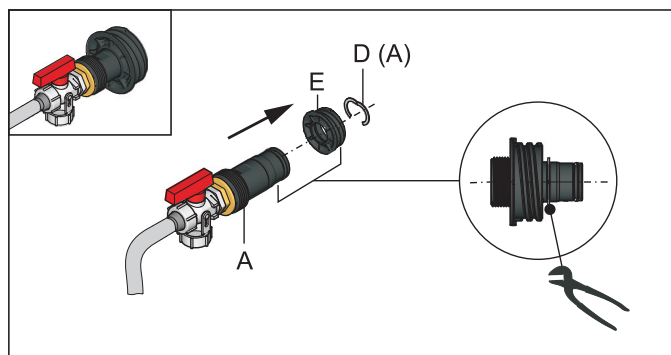

Fig. 5-3 Compléter le raccordement de remplissage KFE
- 3 Introduire le raccordement de remplissage KFE dans la pièce filetée (fig. 5-3, pos. E) et le fixer avec la pièce de serrage (fig. 5-3, pos. D).